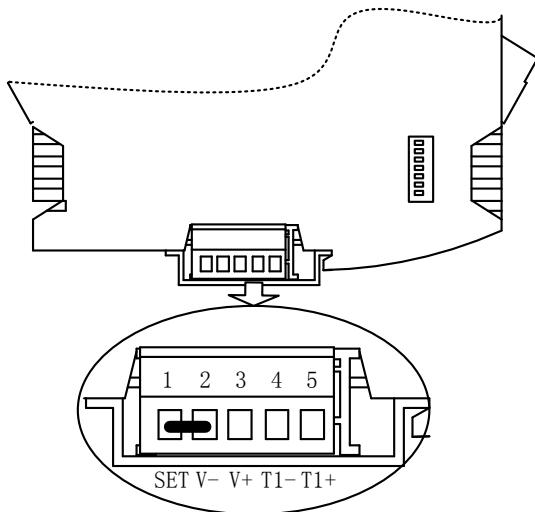

图 6-1-1 设置模式接线示意图
(1) 进入设置模式: 将控制器设置端子 (SET) 连接至电源负极 (V-) 短路,给控制器上电,使控制器进入设置模式,如图 6-1-1 所示。该模式下,控制器内部的用户程序暂停运行。